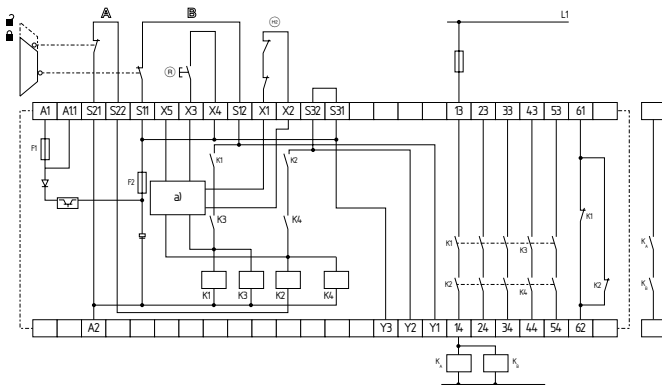

Fig. 5
**Controlo de dois canais, representado no exemplo de uma monitorização de porta de proteção com dois contactos A e B, destes no mínimo um contacto de rutura positiva; com botão externo de Reset (R) (Fig. 5)**